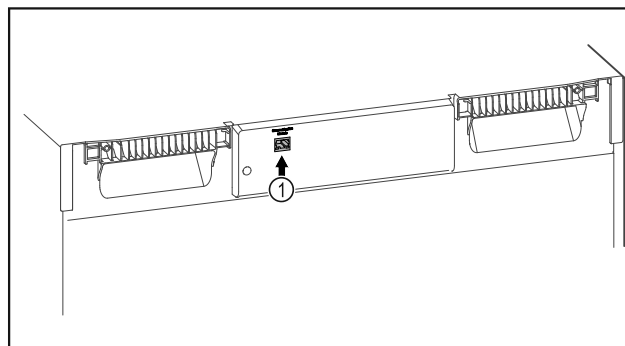

Fig. 93
- Je používán SmartModule Fig. 93 (1).